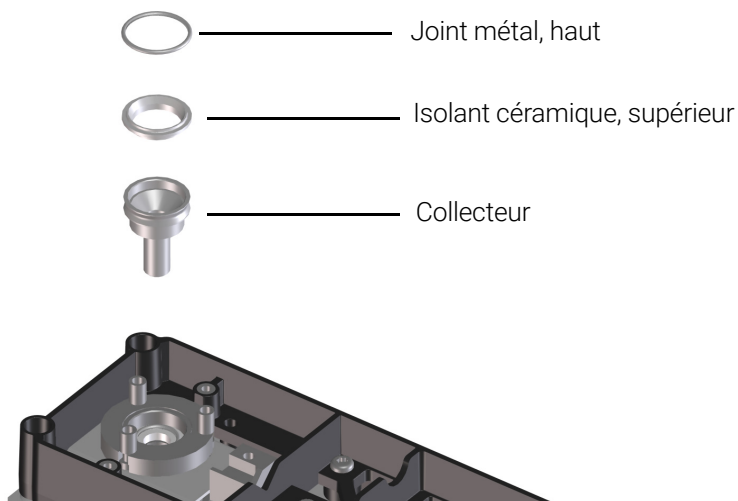

Figure 45. Collecteur NPD, isolant supérieur et bague de serrage en métal du NPD
- 24 Installez l'isolant en céramique supérieur et la bague de serrage du haut au-dessus du collecteur. Voir **Figure 45**.